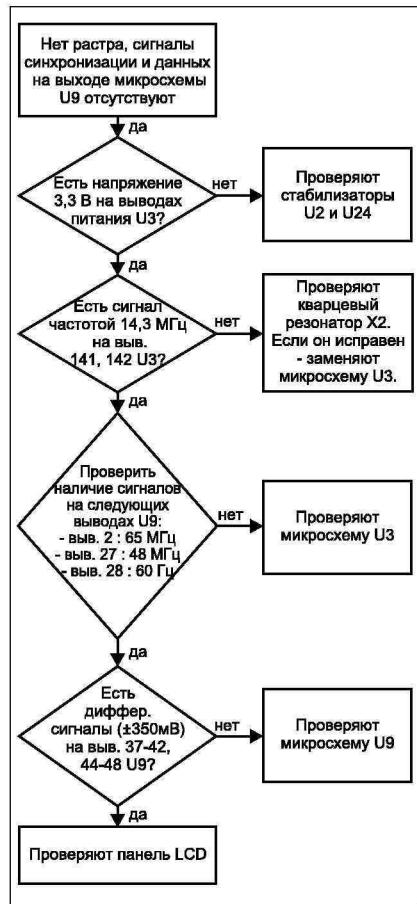

Рис. 12
- Нет растра, сигналы синхронизации и данных на выходе микросхемы U9 отсутствуют (рис. 12);